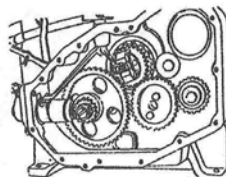

Рис. 6
2. При установке коленчатого вала, маховикового уравнивающего механизма и распределительного вала на блок цилиндра, абсолютно необходимо, чтобы метки на всех шестернях были совмещены друг с другом, как показано на Рис. 6.
3. Впускной и выпускной клапаны перекрывали свои гнезда, величина перекрытия должна составлять 1,2-1,7 мм. Герметичность клапанов может быть проверена посредством залива во впускное и выпускное отверстия небольшого количества керосина, и наблюдения на предмет утечки, в течение 3-х минут. Верхний конец клапанов должен находиться на 0-0,6 мм ниже согласующей плоскости головки цилиндра. Рис. 6